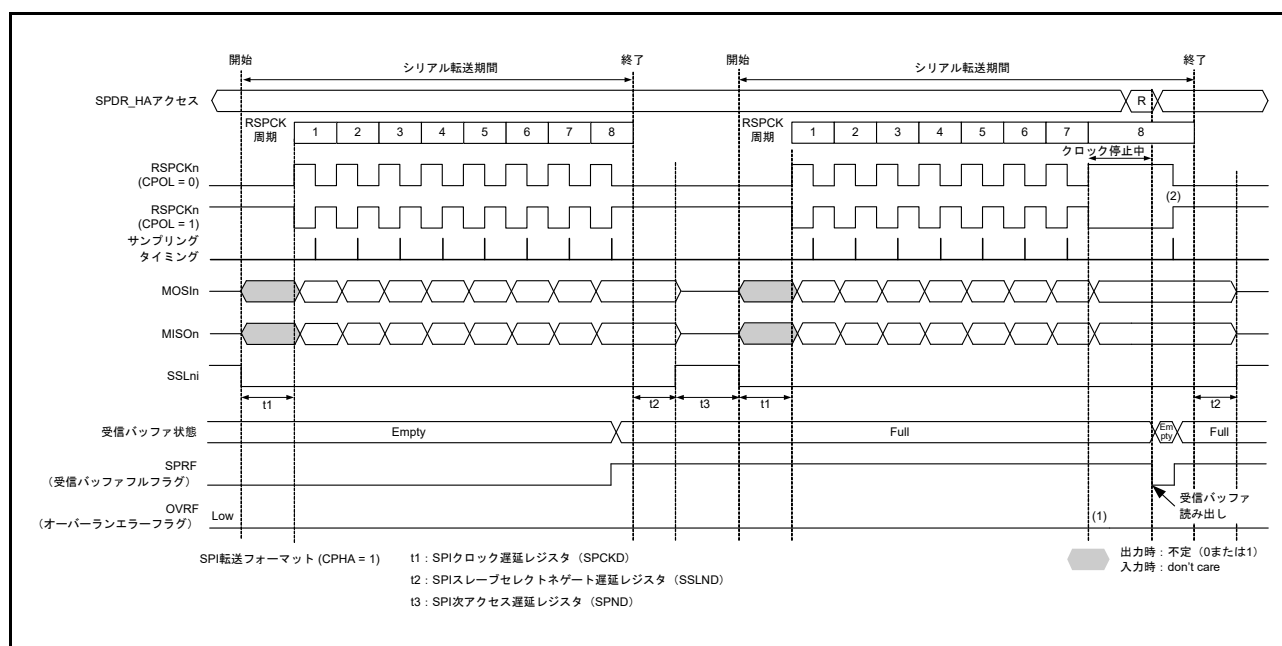
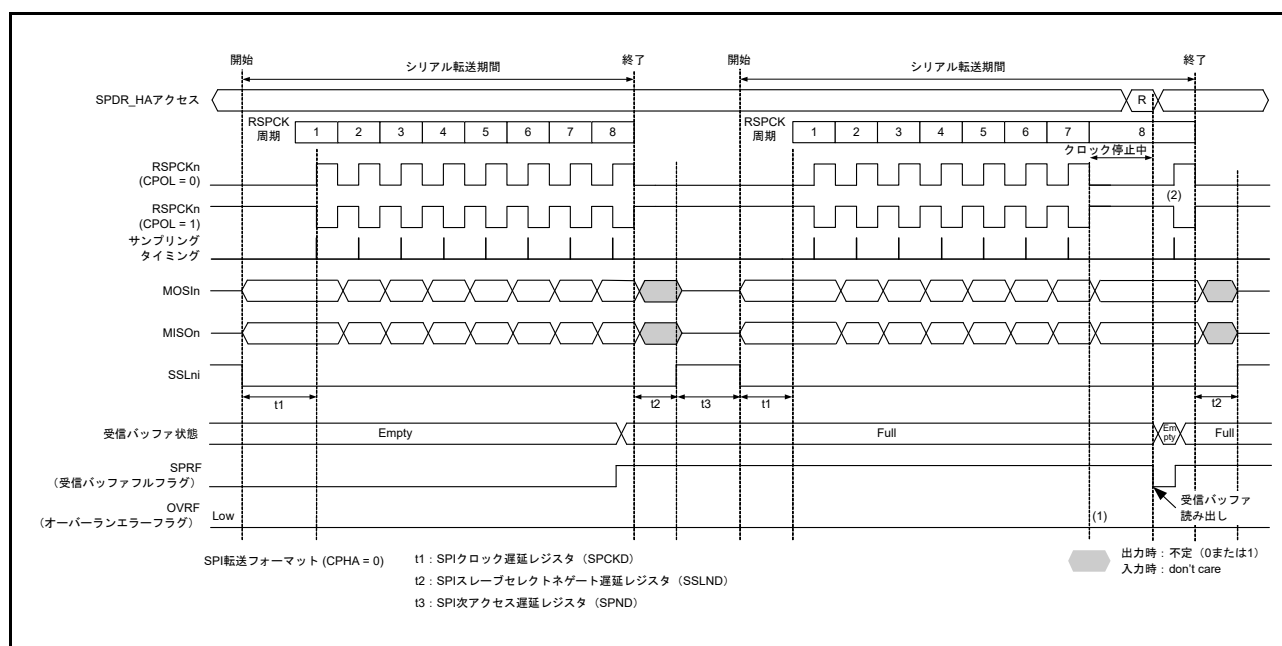

図 32.33 マスタモードの受信バッファフル状態でシリアル転送が継続するときのクロック停止波形 (CPHA = 1)
図 32.34 マスタモードの受信バッファフル状態でシリアル転送が継続するときのクロック停止波形 (CPHA = 0)
マスタモードで RSPCK 自動停止機能を有効にした場合は、オーバーランエラーが発生しません。図 32.33、図 32.34 にマスタモードの受信バッファフル状態でシリアル転送が継続するときのクロック停止波形を示します。
以下に、図 32.33 および図 32.34 の (1)、(2) に示したタイミングでのフラグ動作を説明します。
- (1) 受信バッファフルの場合は、RSPCK クロックが停止するためオーバーランエラーは発生しません。
- (2) クロック停止中に SPDR/SPDR\_HA レジスタを読み出すと、受信バッファのデータが読み出せます。受信バッファの読み出し後 (SPSR.SPRF フラグが 0 にされた後)、RSPCK クロックが再開します。